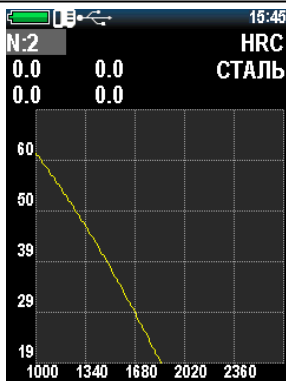

Рисунок 2.36 – Градуировка по двум точкам
- Нажмите клавишу «» для выбора количества точек калибровки, при наличии двух образцов необходимо выбрать 2 с помощью клавиш «» и «», для подтверждения нажмите «» (рис. 2.36).